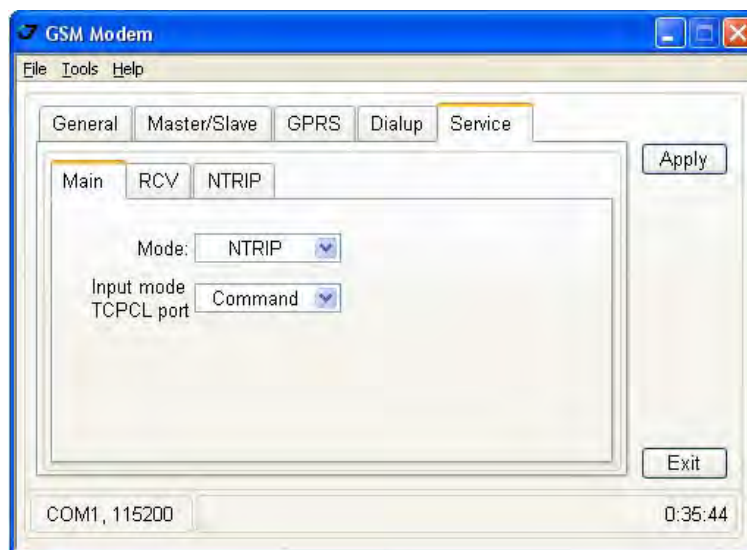

Рисунок 12. Закладка Service
3. В подзакладке *Main* закладки *Service* произведите следующие настройки (Рис. 5 на стр. 24) и нажмите *Apply* (Рис. 12 на стр. 24).